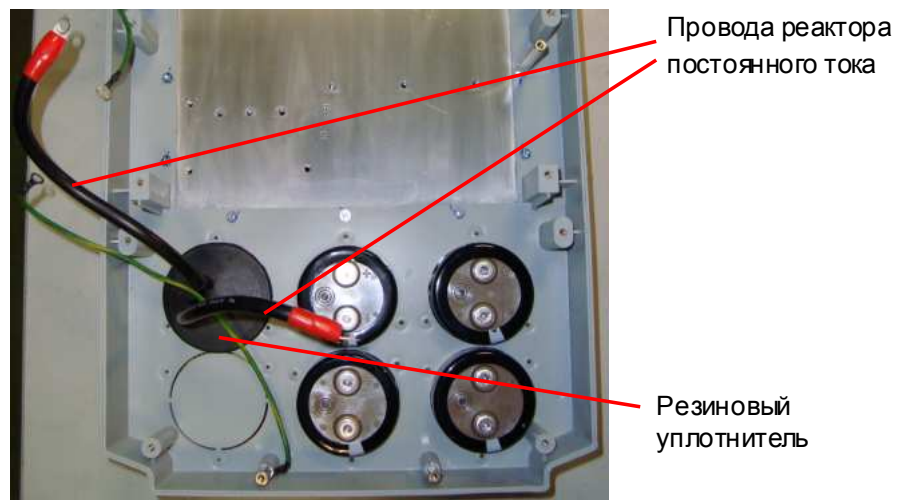

Рис. 7.3
- 7.2.4. Взять резиновый уплотнитель проводов реактора постоянного тока, пропустить в его отверстия выводы реактора, и, продвигая уплотнитель вдоль проводов, установить его в отверстие корпуса (рис. 7.3).